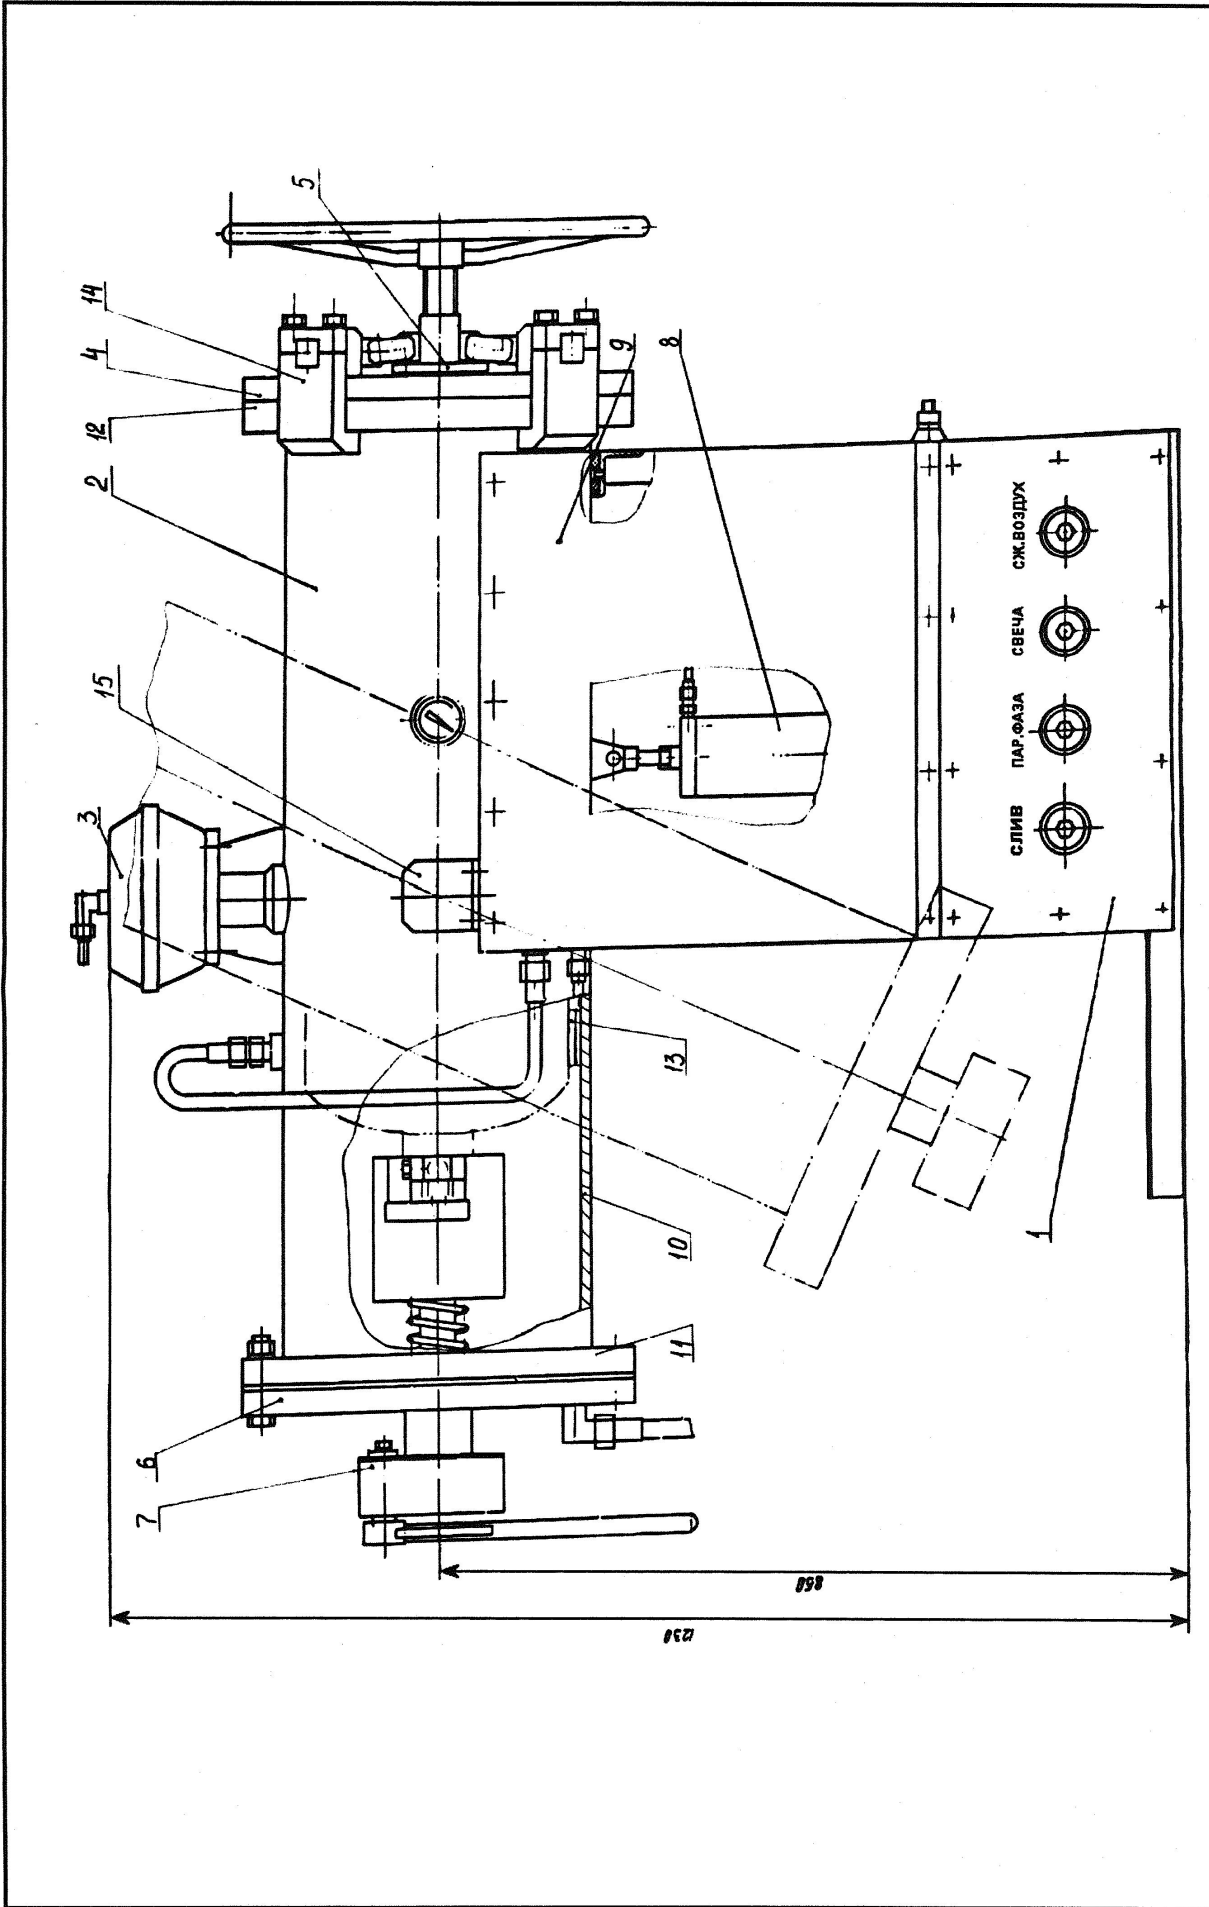

Рисунок 7.1 - Установка для слива газа из баблонон с неисправными вентильми УГТ-50
7.1. Установка (рис.7.1) состоит из станины 1, емкости 2 с механизмом зажима баллонов 3, крышки 4 с встроенным предохранительным механизмом 5, плоского днища 6 с механизмом отвинчивания вентиля 7, пневмопривода 8 наклона емкости, пневмосистемы и пульта управления 9.